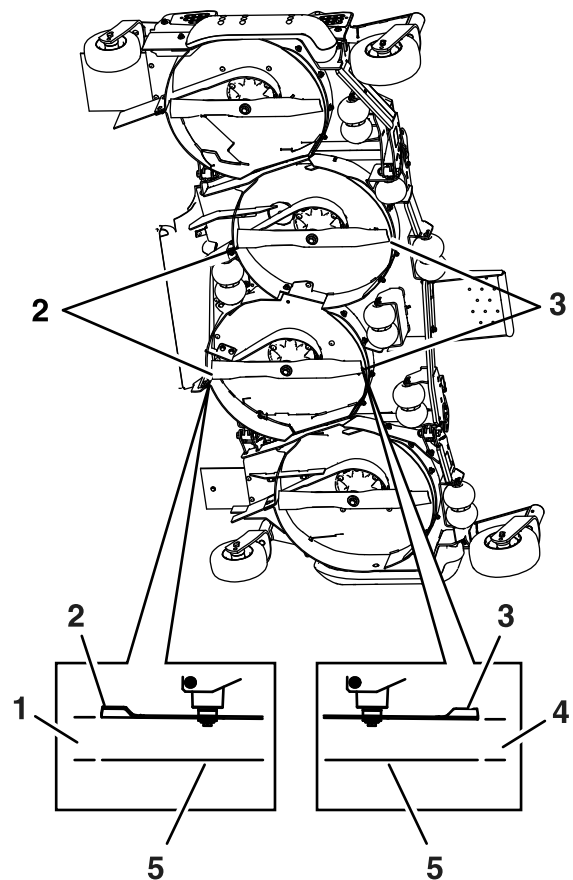

Figure 78
10. Mesurez la distance entre la surface plane et la pointe avant des lames gauche et droite du tablier central (Figure 78).